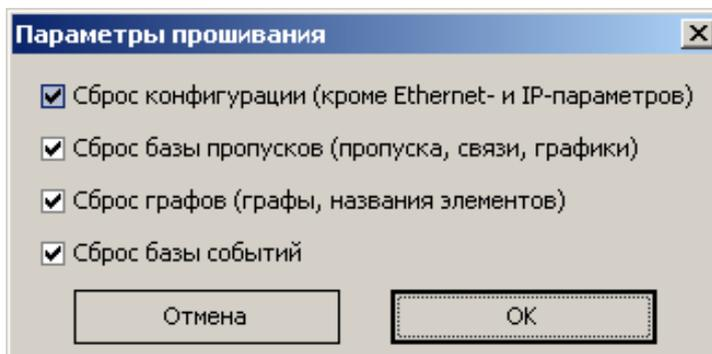

Рисунок 31 – Параметры прошивки
7. Появится окно параметров прошивания (Рисунок 31). Выбрать все параметры и нажать «ОК».